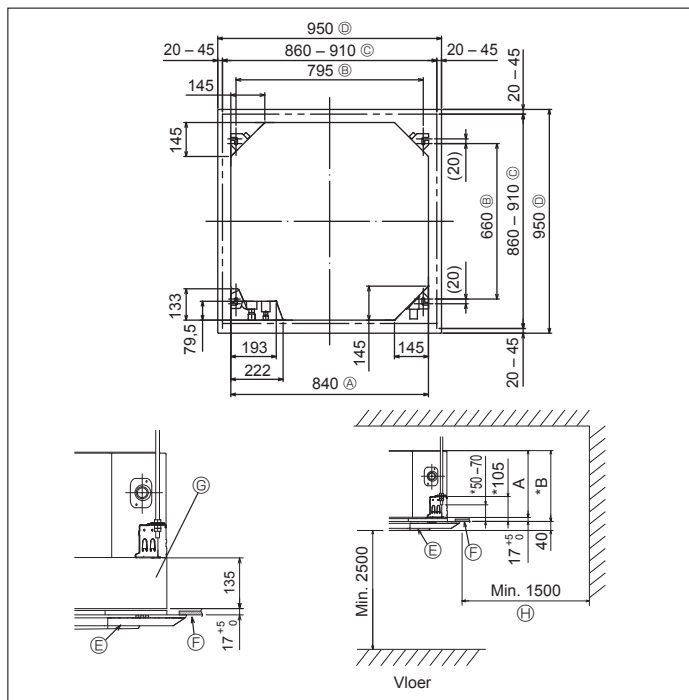

Fig. 3-2
3.2. Plafondopeningen en posities voor installatie van de ophangbouts (Fig. 3-2)
- * De afmetingen van de plafondopeningen kunnen aangepast worden binnen de begrenzingen zoals afgebeeld in Fig.3-2; u moet dus het apparaat tegen het plafondopening centreren, waarbij u ervoor moet zorgen dat de respectievelijke tegengestelde zijden aan alle kanten van de opening hetzelfde zijn.